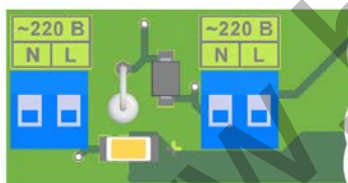

Рисунок 2
8.9 Проверить работоспособность оповещателя путем подачи напряжения питания 220 В переменного тока в соответствии с обозначениями на плате (рисунок 2 приложения).